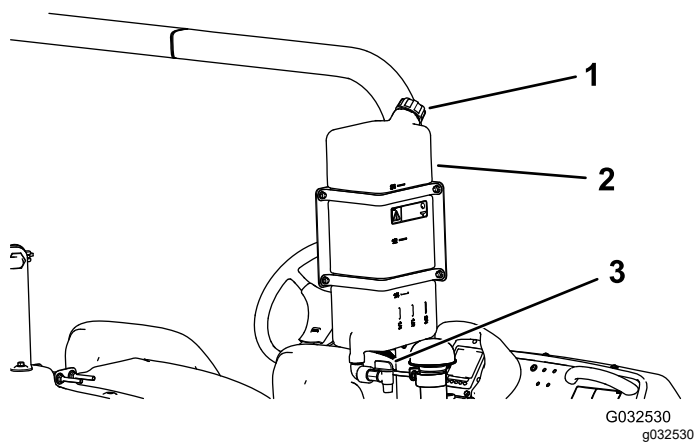

图 30
- 若要为水箱加水请旋开水箱顶部的盖子然后向水箱中注入清水然后再盖上盖子图 30。
- 若要打开清水箱龙头请转动龙头上的阀柄图 30。